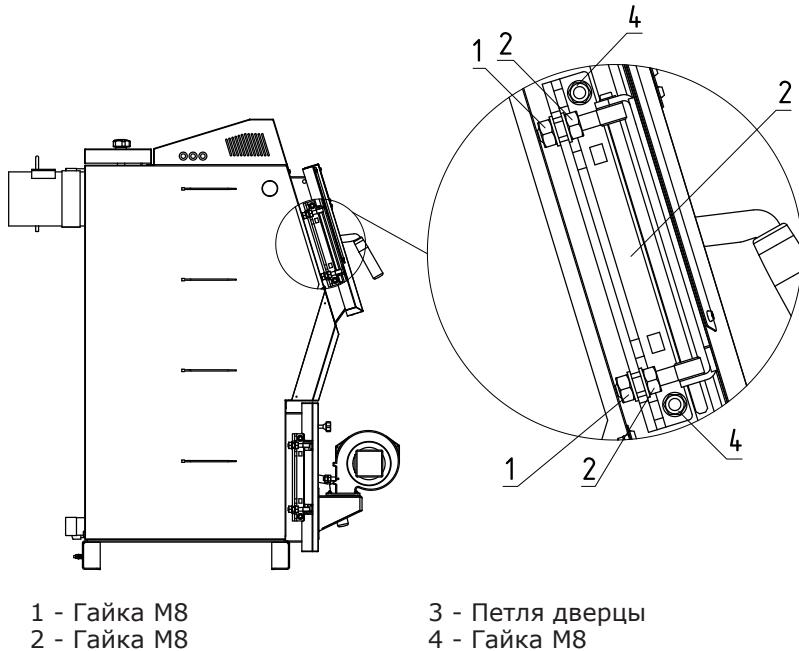

Рис.6 Регулировки петли дверцы загрузочной
- Ослабить гайки (Рис.6 поз.1);
- Вращая гайки (Рис.6 поз.2) установить необходимое прилегание к арке двери;
- После установки необходимого прилегания к арке двери, затянуть гайки (Рис.6 поз.1).
- После установки горизонтального положения двери или наклон относительно горизонта, затянуть гайки (Рис.6 поз.1).
- Ослабить гайки (Рис.6 поз.4);
- Установить нужную высоту двери перемещая петлю двери вверх или вниз (Рис.6 поз.3);
- После установки высоты двери, затянуть гайки (Рис.6 поз.4).